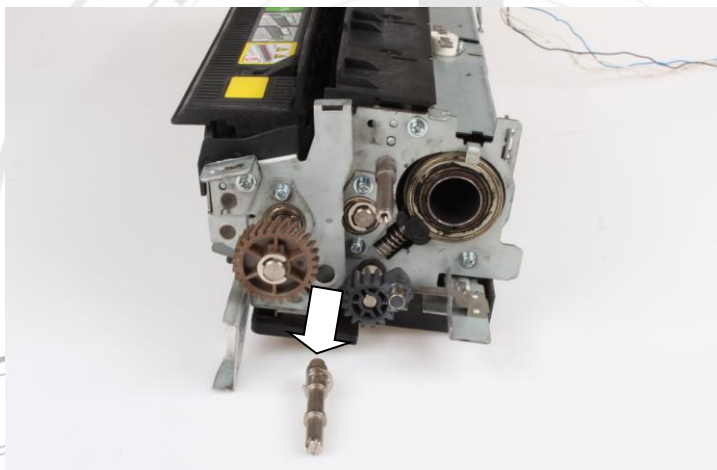

Rysunek 33 Plastik ze sprężyną z prawej strony
16. Z prawej strony zsuwamy plastik ze sprężyną z wałka dociskowego. Rys.33